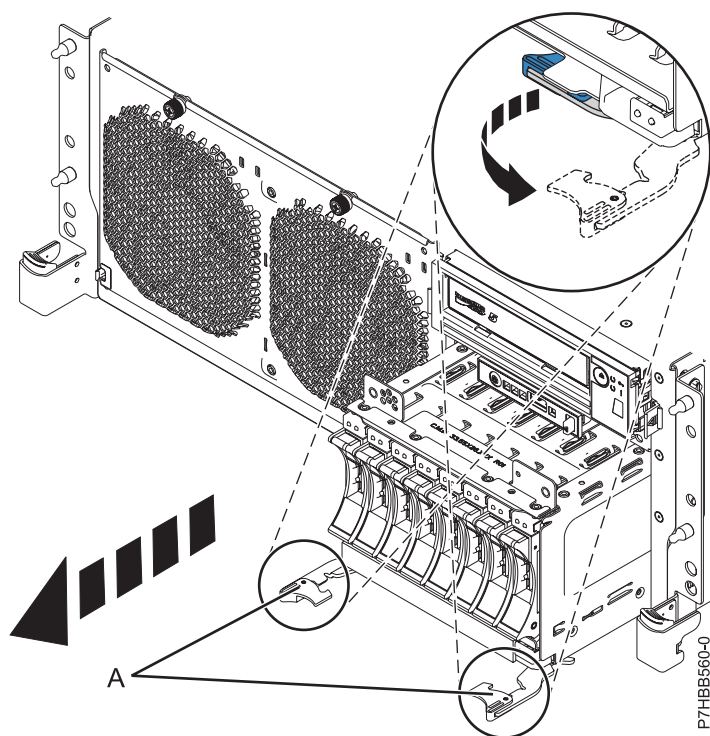
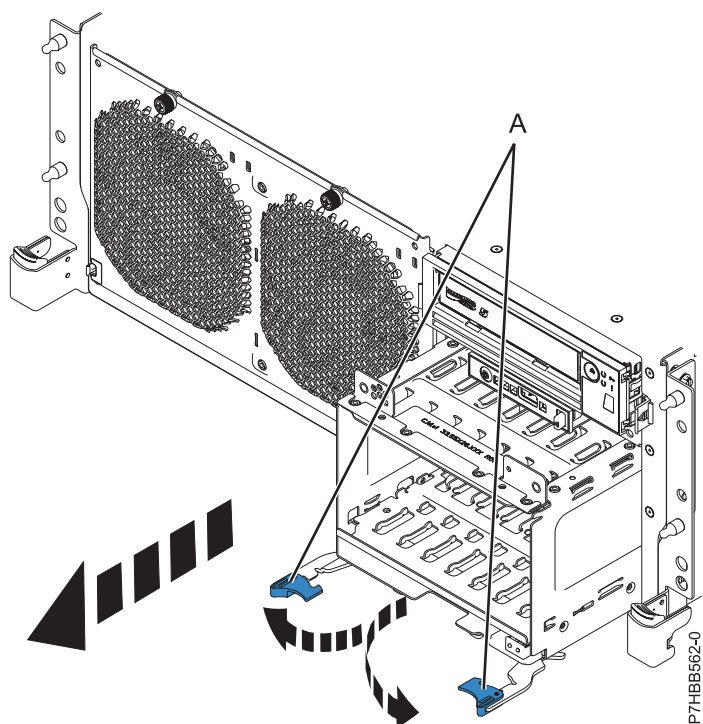

Figura 5. Extracció de la placa posterior plena d'unitats de disc
Figura 6. Extracció de la placa posterior que està buida d'unitats de disc
15. Desbloquegeu la placa posterior de la unitat de disc estirant les nanses (**A**) del centre de la placa posterior, tal com es mostra a Figura 5 a la pàgina 8 i Figura 6 a la pàgina 8.